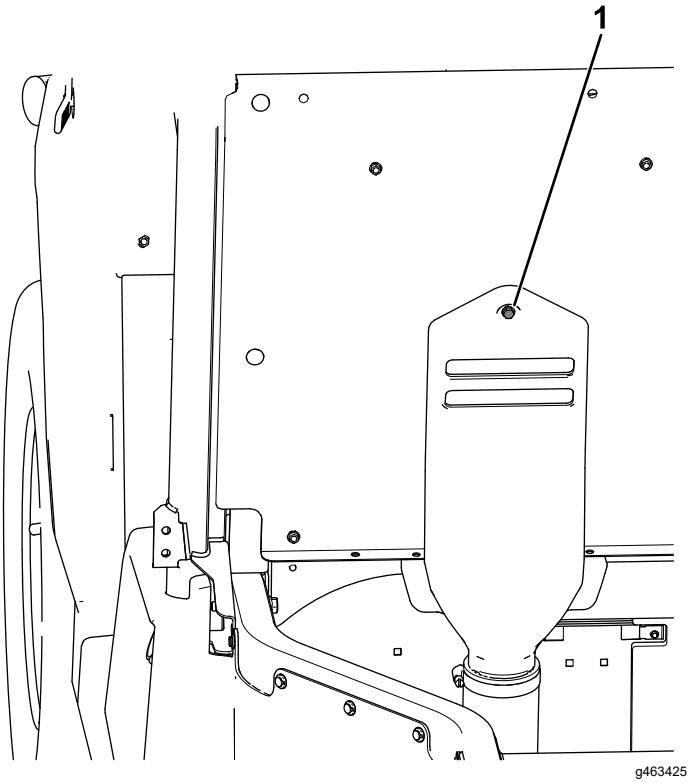

Bild 66
- F. Stecken Sie die unverlierbare Schraube, die an der CVT-Ansaughaube befestigt ist, in das Loch in der Sitzplatte (Bild 66).